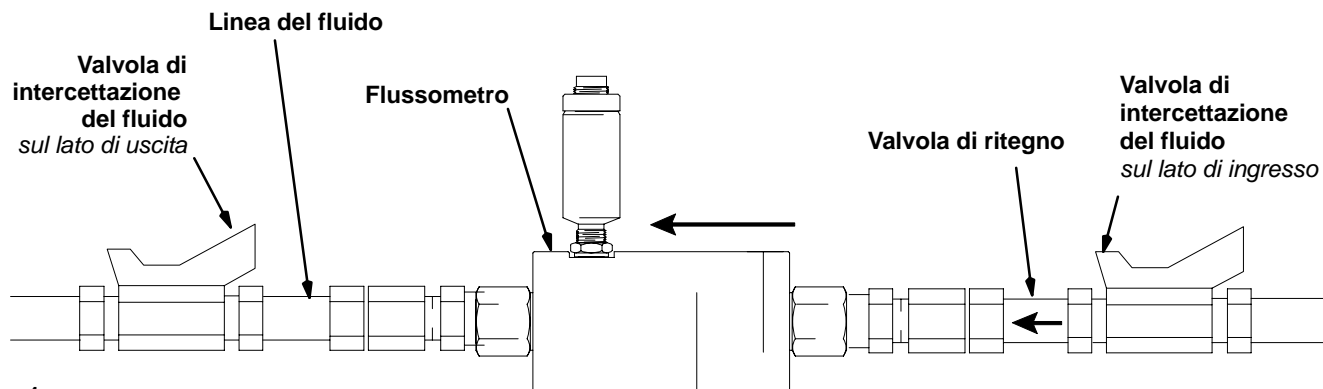

Fig. 1
- Fare riferimento alla Fig. 1 per individuare ed installare il flussometro, i connettori e le valvole di arresto del fluido. Installare una valvola di ritegno a monte del flussometro per impedire il riflusso. Le frecce sul flussometro e la valvola di ritegno indicano la direzione del flusso.